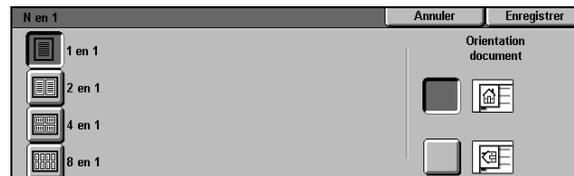

Figure 6 : Écran N en 1 par défaut
- 1 Appuyez sur **N en 1** dans l'onglet Présentation spéciale afin d'afficher l'écran correspondant (voir la figure 6).